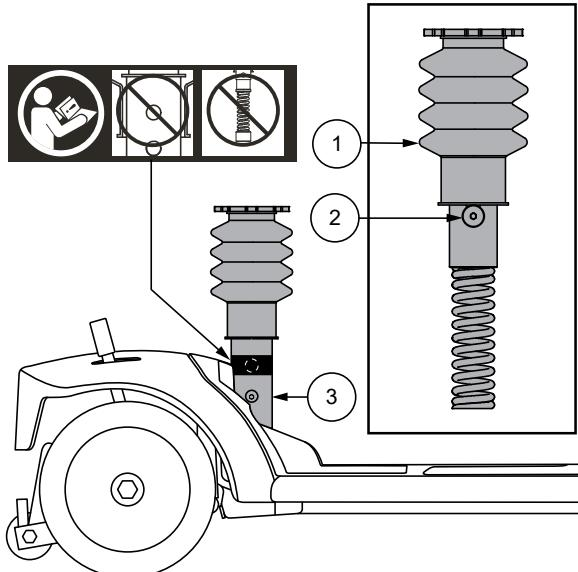

Figure 14. Réglage de la suspension du siège
### REGLAGE DE L'INCLINAISON DU GUIDON (Voir la figure 14)
2. Retirez la tige de selle supérieure du véhicule en retirant le boulon à épaulement de la partie inférieure de la tige de selle, puis en soulevant la tige vers le haut et hors du véhicule. **Voir figure 14.**
*NOTE: N'installez pas la tige de selle dans le trou supérieur avec le siège à suspension. Voir la figure 14. Cela rendrait la tige de selle à suspension inutilisable.*